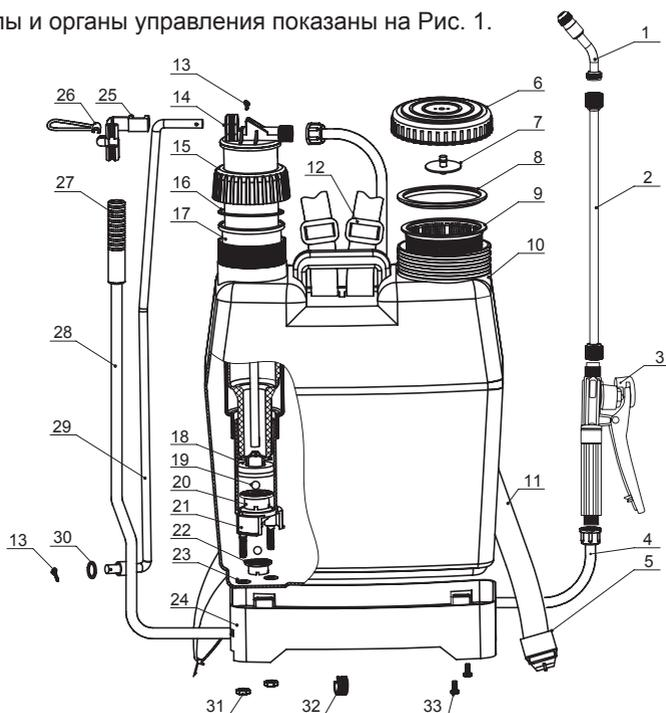

Рис. 1 Основные узлы и органы управления
Основные узлы и органы управления показаны на Рис. 1.
Для сборки потребуется фиксатор шатуна - 1 шт., шайба - 1 шт., шплинт - 2 шт., кольцо 26 подвесное рычага (Рис. 1). Остальные детали сложите в пакетик и сохраните их.
2. Установите ручку 27 на рычаг 28 шатуна (Рис. 1).
3. Положите опрыскиватель горизонтально на заднюю сторону. Установите нижний конец шатуна в отверстие на рычаге шатуна, одновременно с этим рычаг шатуна вставьте в отверстие корпуса 24 (Рис.1). Установите на нижний конец шатуна гайку, вставьте шплинт в отверстие и разогните концы шплинта. Поверните рычагом шатуна так, чтобы было видно отверстие для установки фиксатора 32 (Рис. 1). Установите фиксатор шатуна.
4. Вставьте шатун 29 в кронштейн крепления 14 так, чтобы верхний конец шатуна проходил через отверстия зажима 25 струйной трубки, установленного на кронштейн 14 (Рис. 1). Вставьте шплинт 13 в отверстие конца шатуна и разогните концы шплинта. Зафиксируйте шатун в зажиме 25 струйной трубки.
6. Установите форсунку 1 на струйную трубку 2, струйную трубку присоедините к рукоятке управления 3 (Рис. 1). Присоедините шланг 4 к рукоятке управления 3 (Рис. 1) и трубку насоса.
3. Сделайте 7-10 качаний рычагом насоса 28 (Рис. 1), до тех пор, пока не появится сопротивление нажатию.
4. Для опрыскивания нажмите на рычаг управления клапаном подачи рукоятки управления 3 (Рис. 1).